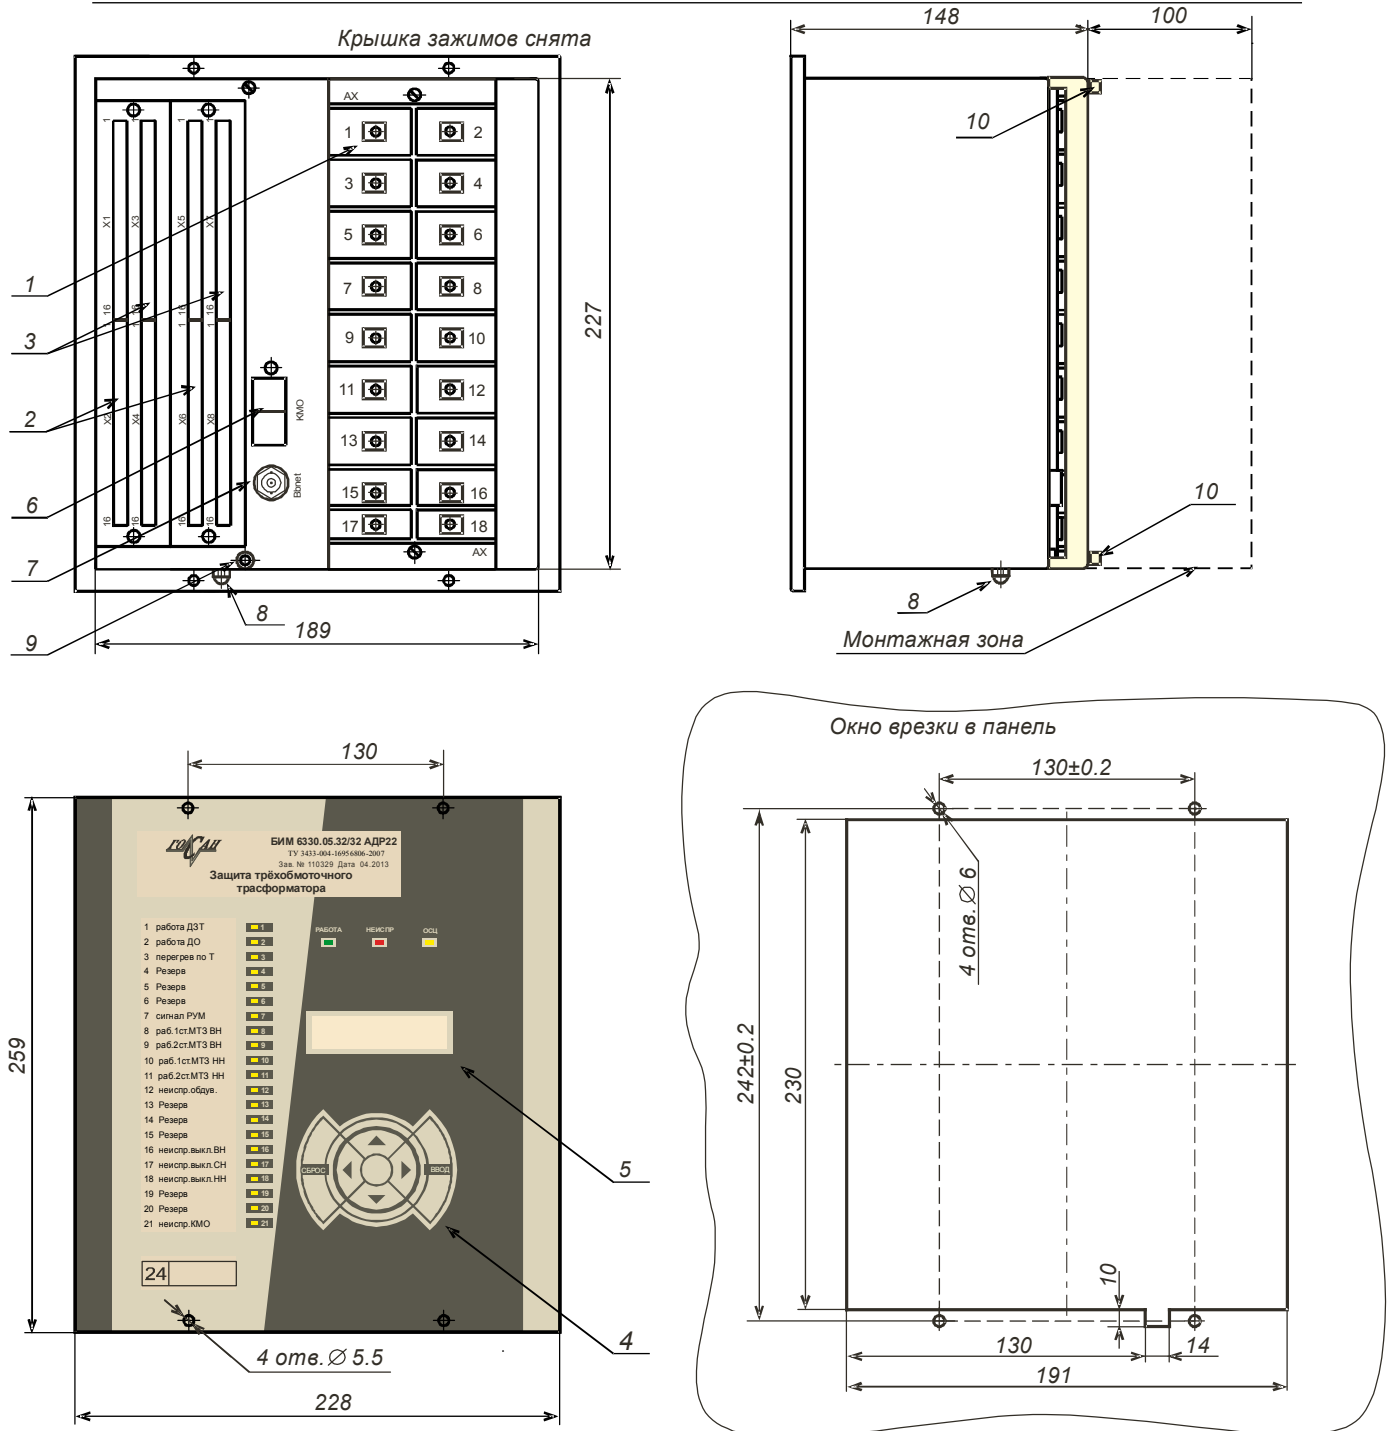

Рис. 4 Общий вид модификации БИМ 6XXX – 32 дискр. входа, 32 дискр. выхода
БИМ 6XXX – для врезки в панели и дверцы шкафов, с монтажом цепей с тыльной стороны (рис. 4), с количеством дискретных входов и выходов 32/32. Выполнен в едином корпусе. На лицевой стороне корпуса находится блок индикации с символьным дисплеем (5) и клавиатурой (4). На тыльной стороне корпуса расположены блок клеммных зажимов аналоговых цепей и питания АХ1-АХ18 (1), разъёмы дискретных входов Х1-Х2 (2), разъёмы дискретных выходов Х3-Х4 (3), разъёмы интерфейсов (6,7). Винт заземления терминала (8) расположен на нижней стороне корпуса.